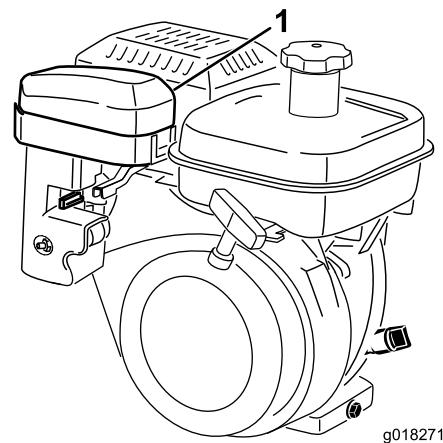
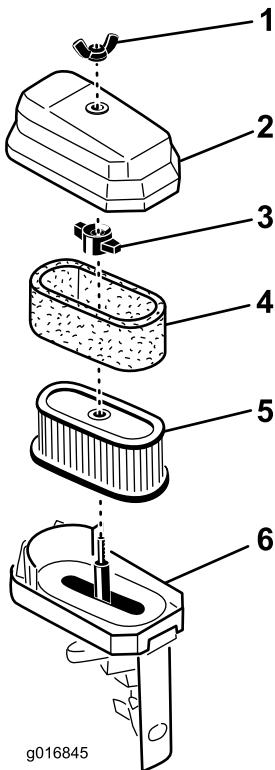

Figura 32
Figura 33
4. Se l'elemento in schiuma sintetica è sporco, rimuovetelo dall'elemento di carta (Figura 33). e pulitelo accuratamente.
3. Pulite accuratamente il coperchio (Figura 32 e Figura 33).